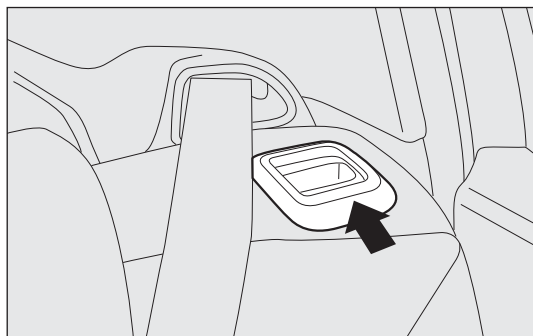

fig. 131
**AVVERTENZA** Il corretto aggancio dello schienale è garantito dalla scomparsa della “banda rossa” presente di fianco alle leve di abbattimento schienale fig. 131. Tale “banda rossa” indica infatti il mancato aggancio dello schienale. Nel riportare lo schienale in posizione di utilizzo accertarsi dell’avvenuto aggancio fino a percepire lo scatto di blocco.